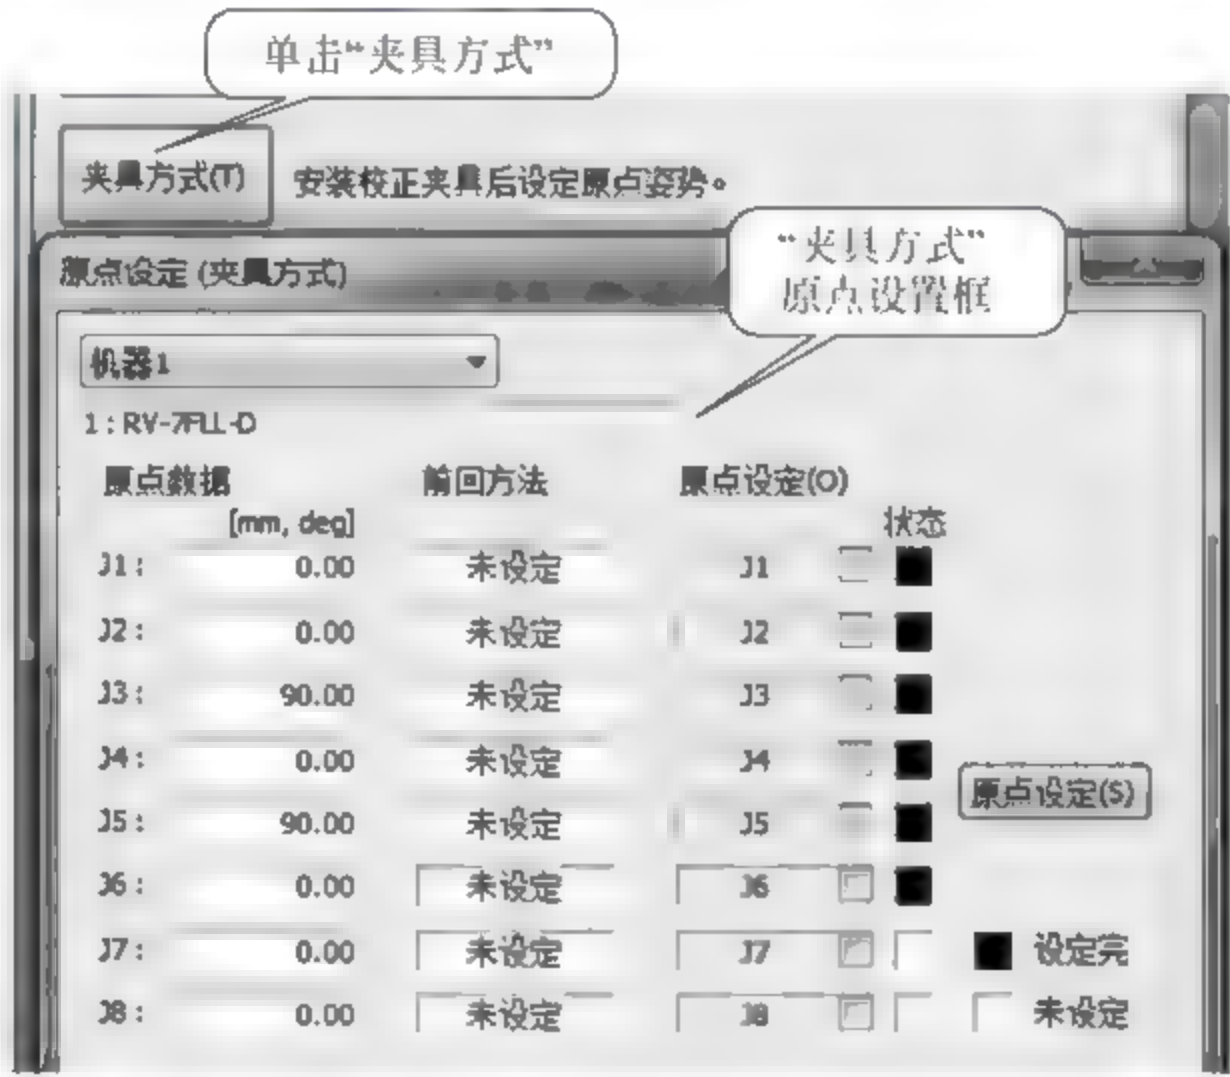

图 30-44 夹具方式设置原点数据画面
操作方法:如图 30-44 所示。
(1) 单击原点数据画面中的“夹具方式”按钮,显示画面如图 30-44 所示(夹具方式就是校正棒方式);
(2) 将机器人各轴移动到“校正棒”校正的各轴位置;
(3) 选中需要做原点设定的轴的复选框;
(4) 单击“原点设定”按钮(原点设置完成)。